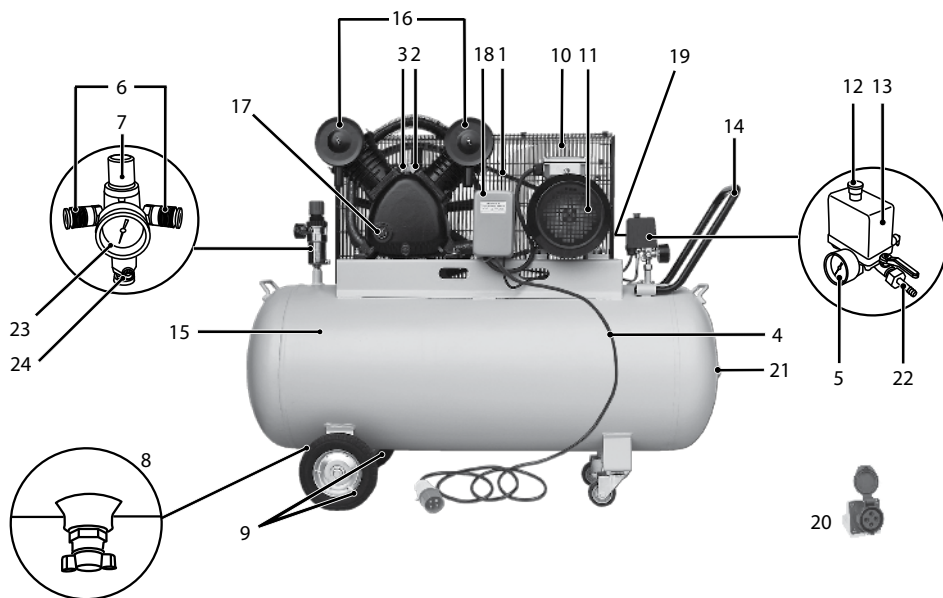
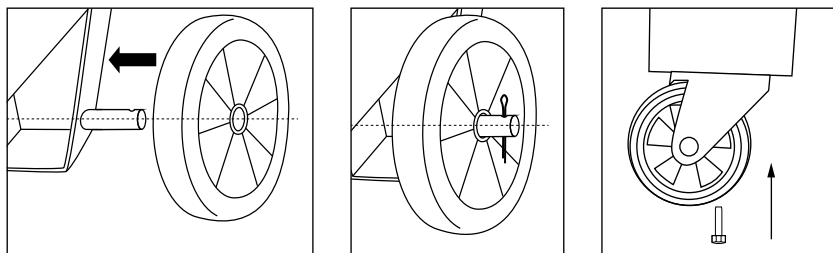
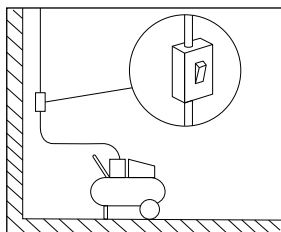
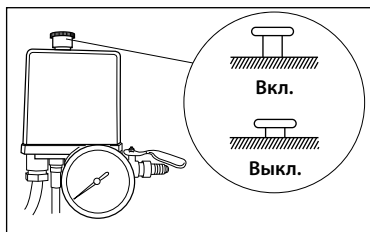

рис. 1
рис. 3
рис. 6
рис. 6.1
- Манометром 5 (рис. 1) для контроля давления сжатого воздуха.
- Реле давления 13 (рис. 1) для регулирования производительности периодическим запуском/остановкой компрессора.
Установите транспортировочные колеса 9 (рис. 1), как показано на рис. 3.
Установите в разрыв цепи питания дополнительное автоматическое защитное устройство (рис. 6). Убедитесь, что выключатель компрессора 12 (рис. 1) находится в положении «Выключено» (рис. 6.1). Установите регулятор давления 7 (рис. 1) в положение «min».
Подключите к выходному быстросъемному коннектору 6 (рис. 1) компрессора пневматический инструмент. Подключите вилку компрессора к электросети.
При первом запуске компрессор должен проработать без нагрузки около 10 минут с полностью открытым регулятором давления 7 (рис. 1) выходного воздуха и клапаном слива конденсата из ресивера.
По истечении времени обкатки закройте клапан слива конденсата 8 (рис. 1) и проверьте, чтобы компрессор нагнетал воздух в ресивер 15 (рис. 1) и останавливался автоматически при помощи реле 13 (рис. 1) при достижении максимального значения давления.
Перед запуском следует убедиться, что переключатель реле давления 12 (рис. 1) находится в положении «Выключено», а вилка вставлена в сетевую розетку.
Поворачивая регулятор давления 7 (рис. 1) по часовой стрелке, установите давление, рекомендуемое производителем подключаемого пневмоинструмента, требуемый уровень давления отразится на манометре 23 (рис. 1).